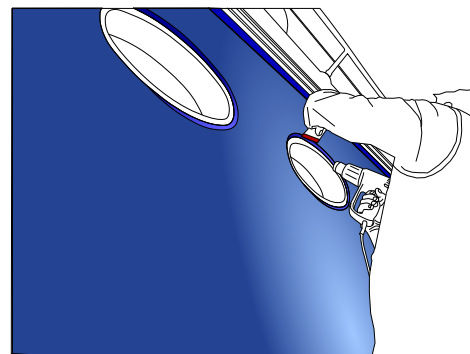

Figure 05
- Toujours en chauffant, faire le tour des formes convexes (avec votre pousse ou la raclette) ou descendre votre pouce dans les parties creuses de l'ondulation des deux côtés, de façon à plaquer l'adhésif à la parois. (FIG. 05)